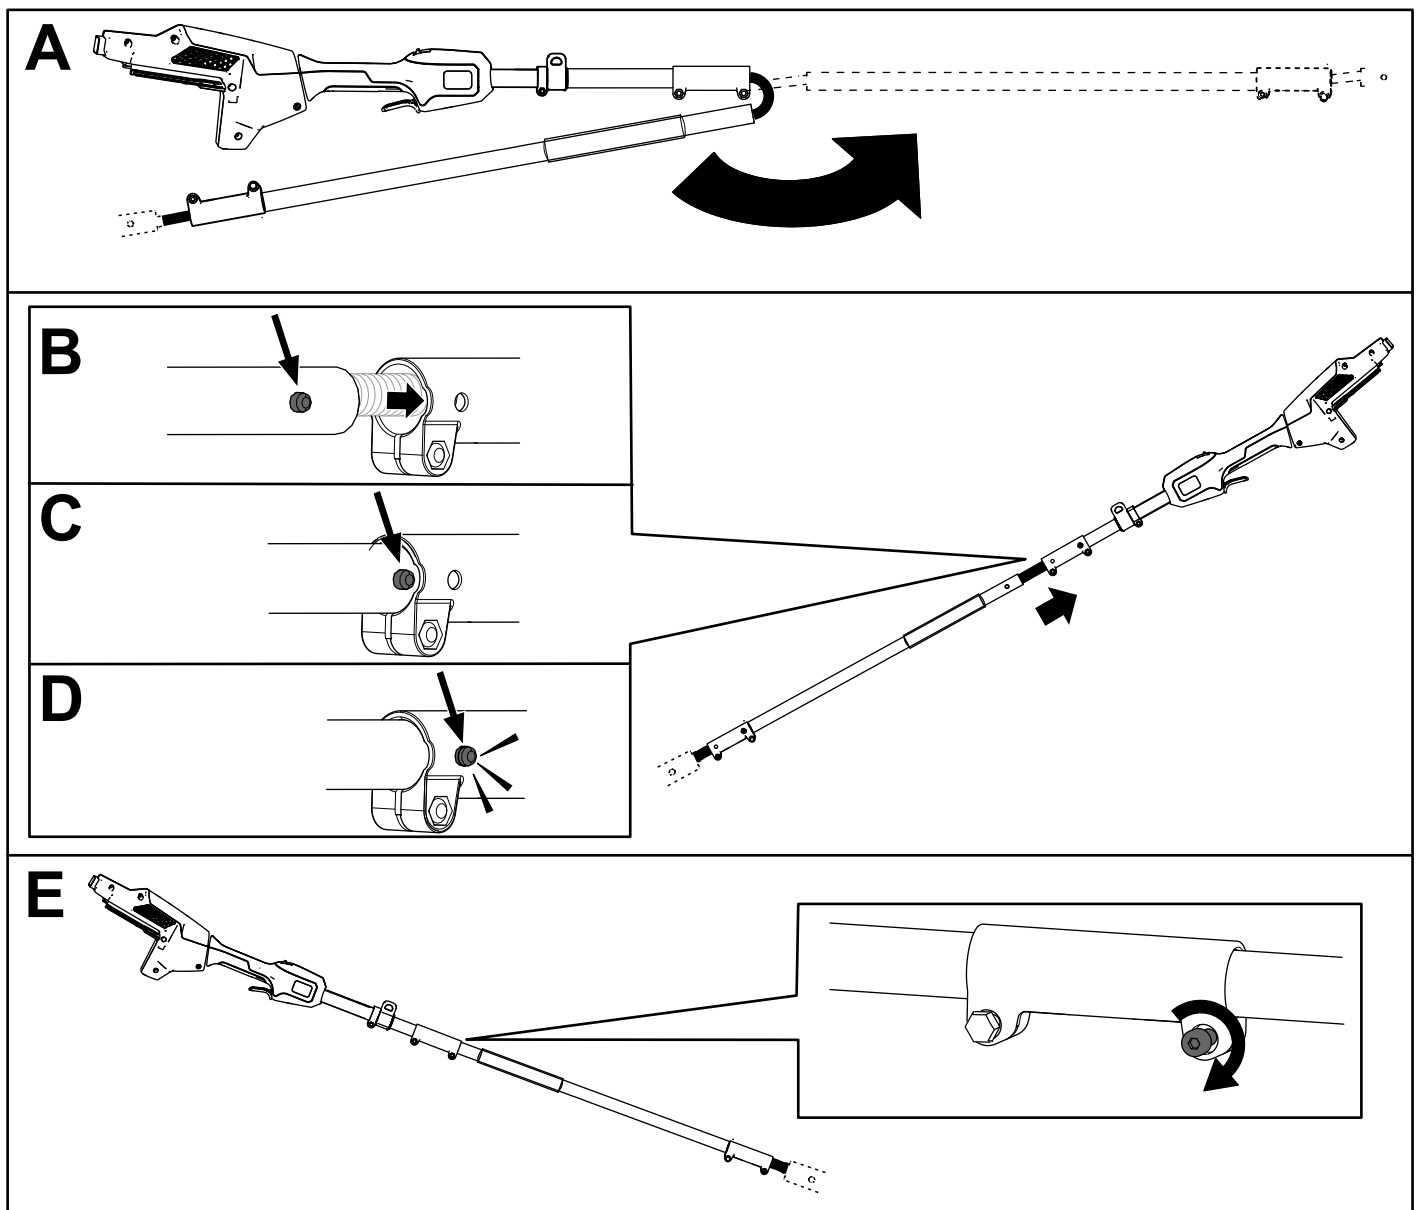

Figura 5
2. Allineate il pulsante di bloccaggio sulla sezione intermedia dell'asta con il foro scanalato all'estremità della sezione della maniglia dell'asta, e fate scorrere insieme i 2 alberi (Figura 5).
3. Utilizzate l'attrezzo fornito per fissare queste 2 sezioni dell'asta insieme (E di Figura 5).
4. Ripetete questa procedura per collegare la sezione dell'asta della sega alla sezione intermedia dell'asta (Figura 5).